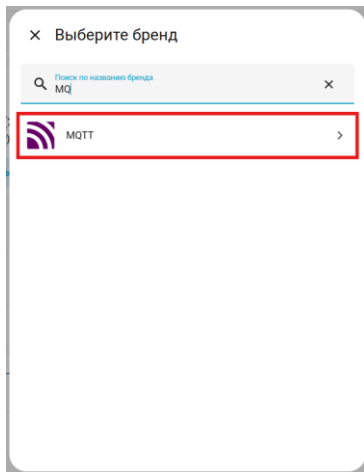

Рис. 3.37. Окно выбора устройства
6. Выбираем MQTT, воспользовавшись поиском (Рис. 3.37). Затем выбираем снова “MQTT” (рис. 3.38).